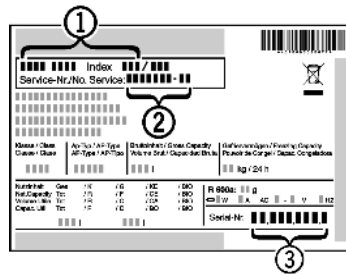

Fig. 13
- ▶ Denominación del aparato Fig. 13 (1), nº del servicio técnico Fig. 13 (2) y nº de serie Fig. 13 (3) en la placa de identificación. La placa de identificación se encuentra en la parte interior izquierda del aparato.
- ▶ Informe al servicio postventa e indique el fallo, la denominación del aparato Fig. 13 (1), el nº del servicio técnico Fig. 13 (2) y el nº de serie Fig. 13 (3).